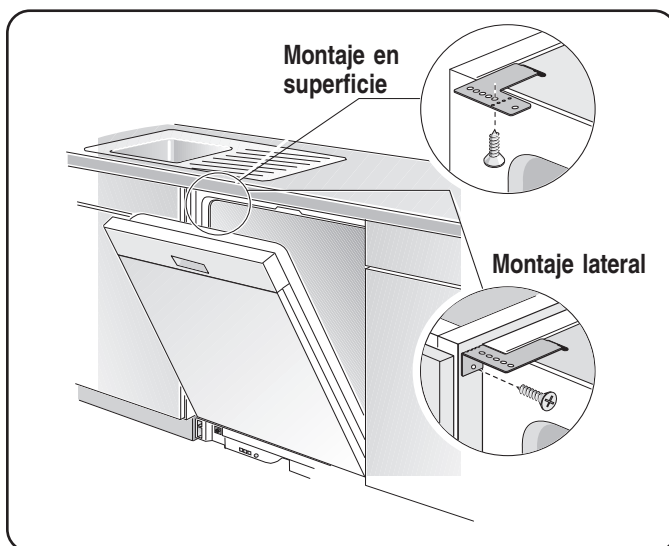

Ilustración 10
- 1 **El Montaje Superior** se utiliza cuando el contador tiene una superficie de madera u otro material fácil de perforar. Acomode los soportes de montaje tal como indica en la Ilustración 10 y sitúe la dos lengüetas pequeñas de modo que cubran las dos ranuras en los rincones delanteros de la lavadora. Oprima firmemente hacia abajo los soportes de montaje hasta introducir las lengüetas en sus ranuras.
- 2 **El Montaje Lateral** se utiliza para las superficies de contador hechas de mármol, granito u otro material muy duro que no se perfora fácilmente. Doble los soportes de montaje en línea con los hoyos pequeños y en la misma dirección como las dos lengüetas pequeñas. Acomode los soportes de montaje tal como indica en la Ilustración 10 y sitúe las dos lengüetas pequeñas encima de los soportes de montaje sobre las dos ranuras en los rincones delanteros de la lavadora. Oprima firmemente hacia abajo los soportes de montaje para poder introducir las lengüetas en las ranuras.